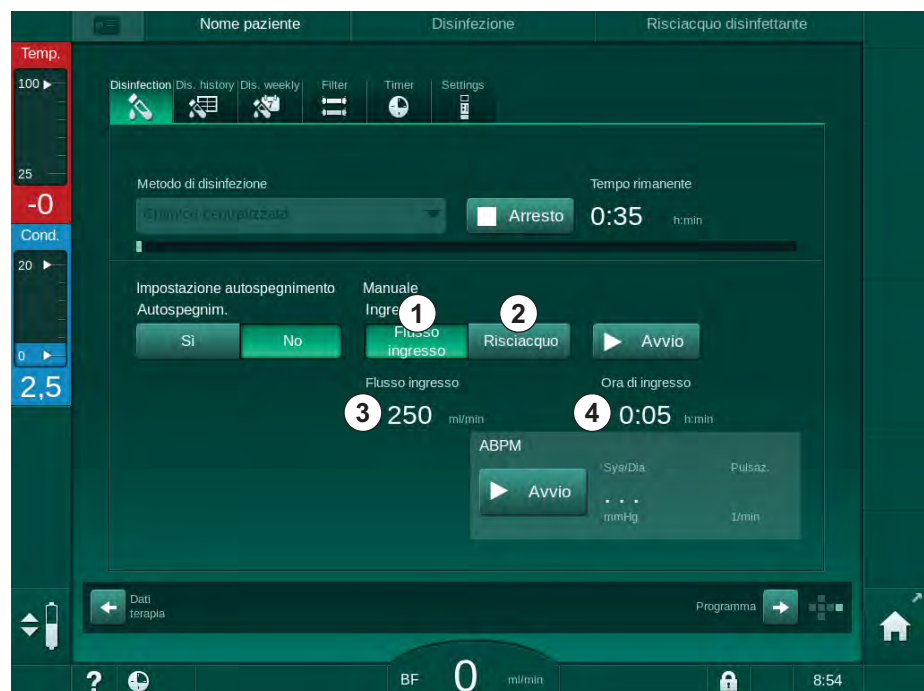

Fig. 7-10 Disinfezione chimica centralizzata manuale
Nella prima parte di questo metodo di disinfezione, il disinfettante viene prelevato dall'alimentazione centralizzata dell'acqua e pompato attraverso l'apparecchiatura (Fig. 7-10 , ① ). Flusso d'ingresso ③ e tempo di ingresso ④ sono preselezionati nella modalità *Setup operatore*. L'alimentazione all'ingresso viene arrestata al termine del tempo preimpostato.